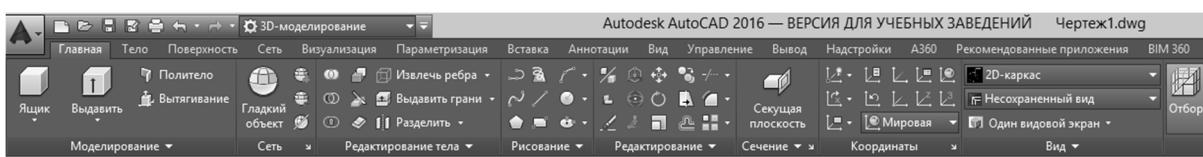

Рис. 6
3) «3D-моделирование» (*3D-Modelling*). Сконфигурировано для трехмерного моделирования. Выводятся инструменты навигации, редактирования и визуализации трехмерных моделей. Лента показана на рис. 6.